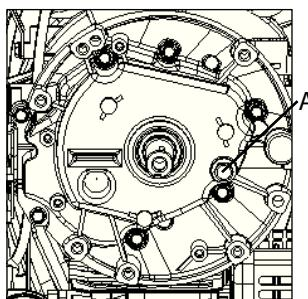

Рис.8.
- Когда двигатель остывает, открутите крышку слива масла А на Рис.8 и слейте масло в подходящее для этого емкость.